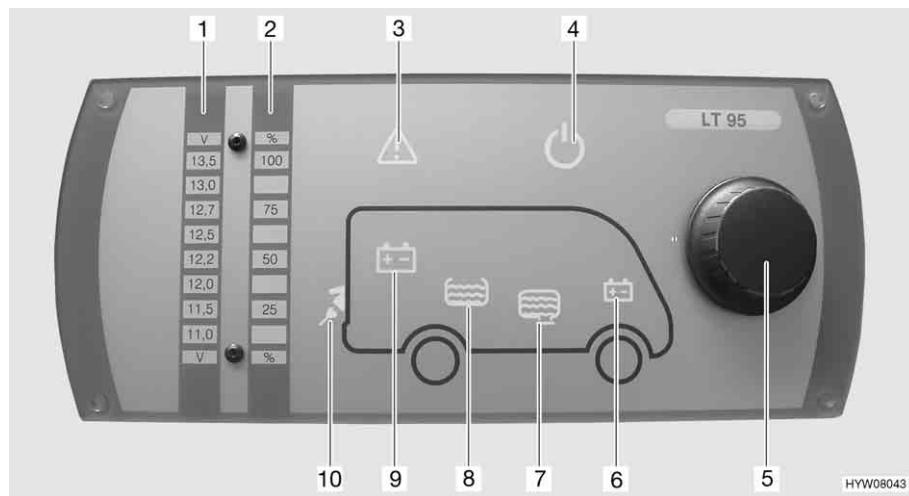

Fig. 89 Pannello di controllo (LT 95)
Il pulsante a rotazione (Fig. 89,5) inserisce o disinserisce il pannello di controllo e l'alimentazione a 12 V dell'abitacolo.
Accensione: ■ Premere il pulsante a rotazione (Fig. 89,5): L'alimentazione a 12 V dell'abitacolo è inserita. La spia di controllo a 12 V (Fig. 89,4) diventa verde.
Spegnimento: ■ Premere il pulsante a rotazione (Fig. 89,5): L'alimentazione a 12 V dell'abitacolo è disinserita. La spia di controllo a 12 V (Fig. 89,4) si spegne.
Mediante il pulsante a rotazione (Fig. 89,5) si possono interrogare sia la tensione della batteria dell'abitacolo che la tensione della batteria di avviamento. La tensione viene visualizzata sulla scala indicatore per la tensione della batteria (Fig. 89,1).
- Ruotare il pulsante a rotazione (Fig. 89,5), finché si accende il simbolo della batteria della quale deve essere interrogata la tensione.
Viene indicata la tensione della batteria dell'abitacolo (Fig. 89,9)
Viene indicata la tensione della batteria di avviamento (Fig. 89,6)
- Leggere la tensione sulla scala indicatore della tensione della batteria (Fig. 89,1).
Mediante il pulsante a rotazione (Fig. 89,5) si possono interrogare sia il livello del serbatoio dell'acqua che il livello del serbatoio delle acque grigie. Il livello viene visualizzato sulla scala indicatore livello dei serbatoi (Fig. 89,2).
- Indicazione:* ■ Ruotare il pulsante a rotazione (Fig. 89,5), finché si accende il simbolo del serbatoio del quale deve essere interrogato il livello.
Viene indicato il livello del serbatoio dell'acqua (Fig. 89,8)
Viene indicato il livello del serbatoio delle acque grigie (Fig. 89,7)
- Leggere il livello sulla scala indicatore del livello serbatoio (Fig. 89,2).
La spia luminosa Alarm (Fig. 89,3) lampeggia non appena i valori limite fissati vengono superati per eccesso o per difetto.
- Allarme batteria** La spia luminosa Alarm (Fig. 89,3) lampeggia non appena la tensione della batteria scende al di sotto di 11 V. Se l'alimentazione a 12 V è accesa, si accende anche il relativo simbolo della batteria (Fig. 89,6 o 9), e l'indicatore "11,0" sulla scala indicatore della tensione della batteria (Fig. 89,1) lampeggia. Rischio di uno scaricamento totale della batteria.
La spia luminosa Alarm (Fig. 89,3) lampeggiava ed il relativo simbolo del serbatoio (Fig. 89,7 o 8) si accende non appena il serbatoio dell'acqua è vuoto o il serbatoio delle acque grigie è pieno.
La spia di controllo a 230 V (Fig. 89,10) si accende quando all'ingresso della centralina elettrica è presente una tensione di rete.